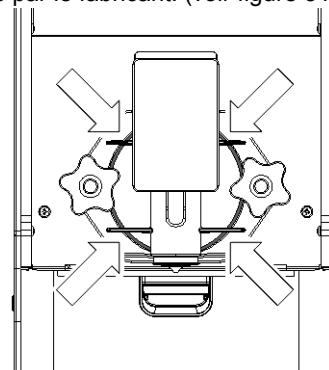

figure 31
- 1 Tous les jours :** inspecter le distributeur et s'assurer que les garnitures du groupe du robinet ne fuient pas et ne laissent pas le produit s'échapper. En présence de fuites, commencer par vérifier que les composants sont correctement montés, puis s'assurer que la garniture n'est ni défectueuse, ni usée ; dans le cas contraire, la remplacer par une pièce de rechange d'origine fournie par le fabricant. (voir figure 31)